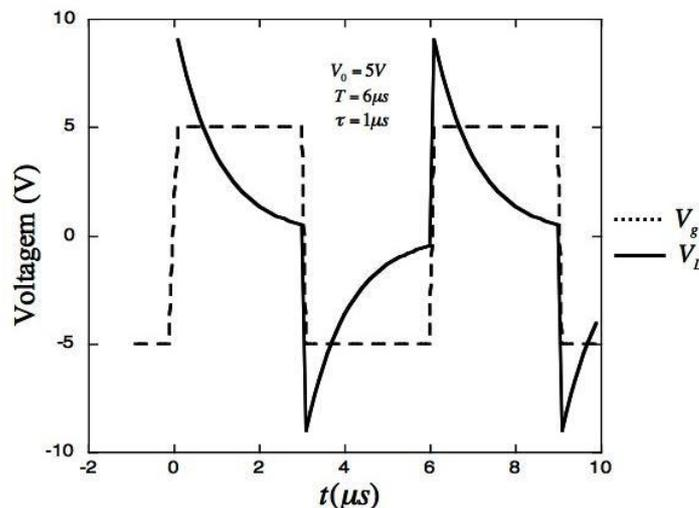

Figura 4: Imagem similar ao que deve aparecer na tela do osciloscópio mostrando a superposição da voltagem do gerador de sinais V_g e do capacitor V_L .
- 6) Ajuste os comandos do osciloscópio de forma a ver na tela uma figura parecida com a **Figura 4** abaixo: